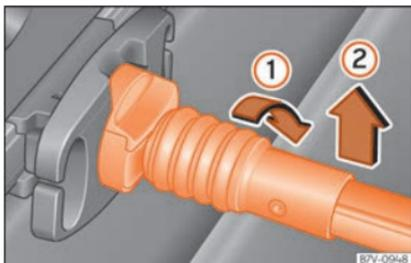

Fig. 175 Desenganche a rede para a bagagem.
- Rode a vareta de fixação 90° para a direita » » » Fig. 175 ① até que se veja a marca vermelha na vareta. Retire a vareta de fixação para cima ②.